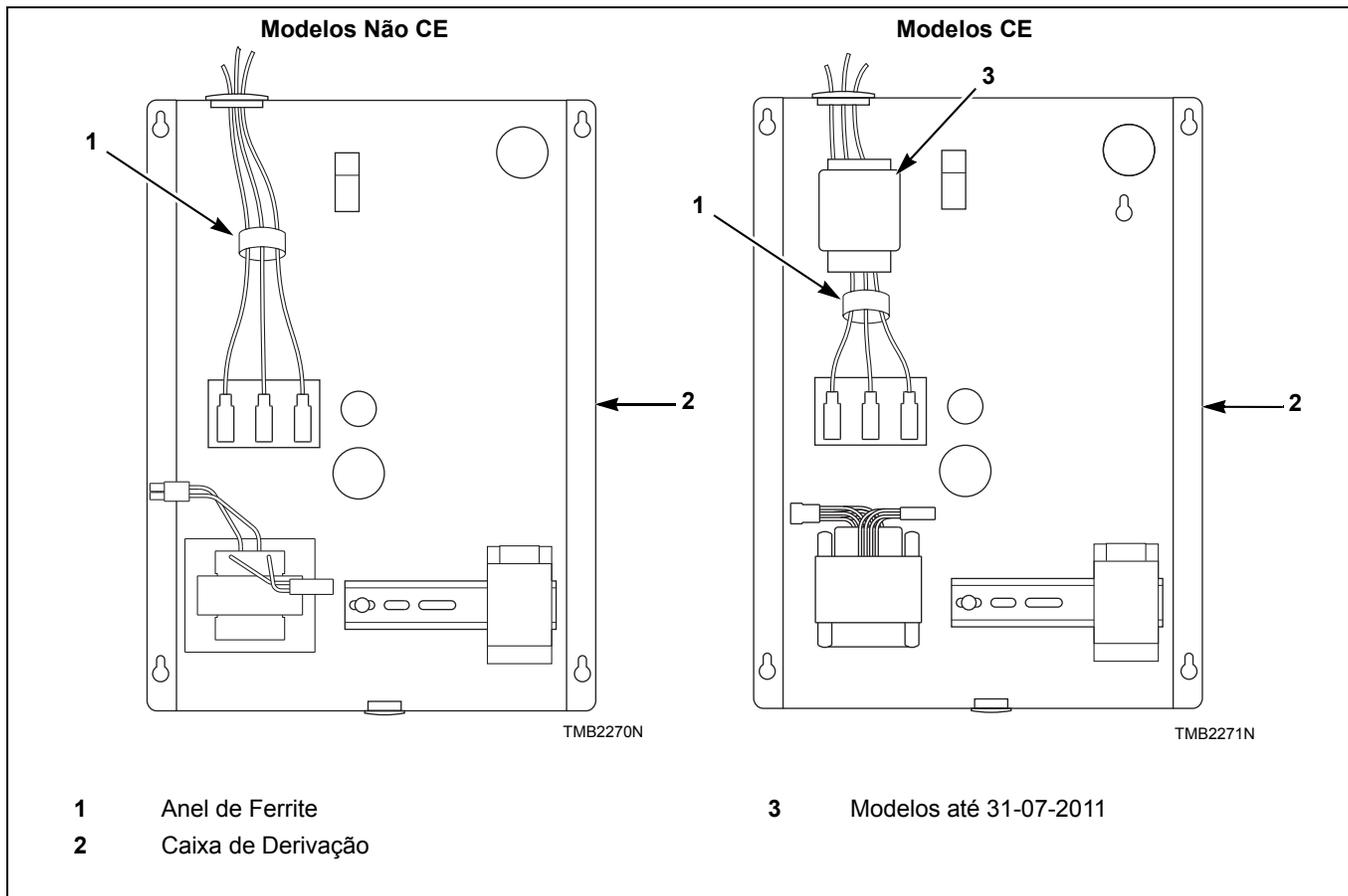

Figura 13
2. Encaixe o anel de ferrite sobre todos os condutores de serviço da caixa do contactor conforme ilustrado. É importante que o anel de ferrite seja instalado no interior da caixa do contactor. Consulte *Figura 13*. Não instale a ferrite fora da caixa ou de outra área. Certifique-se de que os condutores de serviço estão no centro da ferrite antes de encaixar o anel de modo a não apertar ou danificar os condutores.